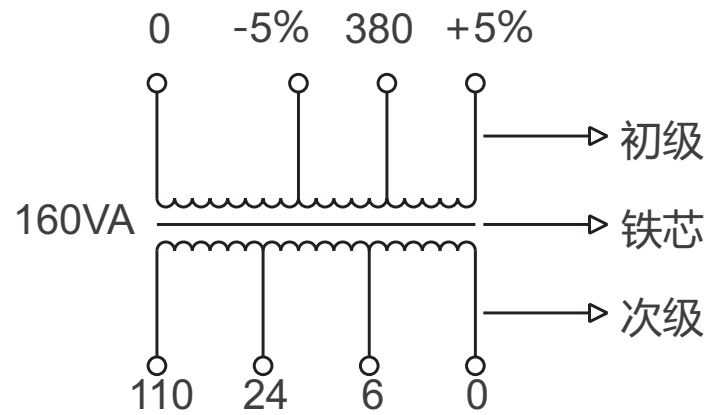

图3 连续式中间带抽头绕组
3.2.3 变压器的线圈也有多绕组多抽头的形式，就是利用抽头的方式在次级上抽得相应的所需电压；此种方法只有特殊订货时使用，此种变压器应参考附件说明进行使用，以免发生超容量烧坏变压器的事故。形式见图3。
图3例如JBK-160型，容量160VA，输入（380±5%）V，输出110V,24V,6V因为次级有抽头电压6V，24V，当只使用最高电压110V时，110V可达到额定容量160VA，次级电流=160/110=1.5A，则当110V，24V，6V单独或同时使用时的总电流之和不能超过1.5A；即无论输出电压是单独使用或二组以上同时使用时，其负载的总电流不能超过变压器的次级电流值。
6.1 购买前，先估算好您所使用的电器总容量，参考图1～图3的结构，选用留有一定余量的变压器，确保瞬时启动时不烧坏变压器。
6.2 本变压器严格按照国家有关标准设计生产，当您使用多抽头电压的变压器，应按图3，例题计算后使用，总之无论您使用哪种变压器其电流总和不能超过该变压器的额定电流值。
8.1 变压器的型号、规格、容量、初、次级电压及次级电压的容量分配或参考图1-图3的举例来选择适合您自己的产品。